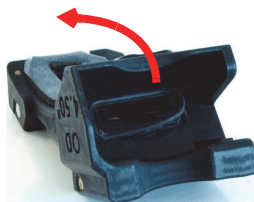

Рис. 5-4 Замена уплотнительного кольца преобразователя на призме
1. С помощью специального инструмента (крестовой отвертки) аккуратно снимите старое уплотнительное кольцо, стараясь не повредить присадочную поверхность призмы (см. Рис. 5-4 на стр. 52).